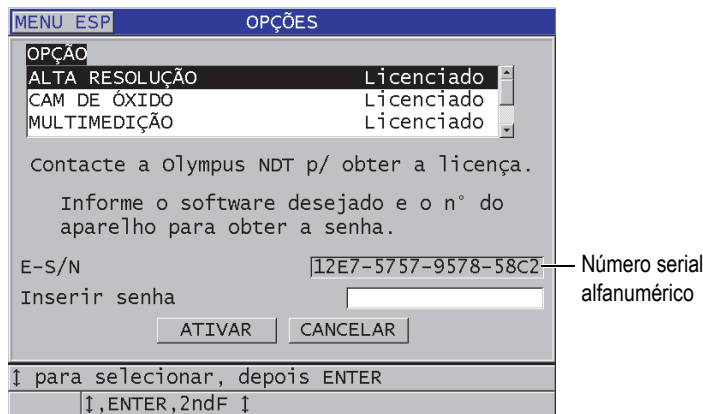

Figura 7-1 Tela **OPÇÕES** para ativação das opções de software
3. Na tela **OPÇÕES** (veja Figura 7-1 na página 104), observe que um código serial alfanumérico de 16 dígitos aparece no campo **S/N**.
5. Na tela **OPÇÕES** (veja Figura 7-1 na página 104):